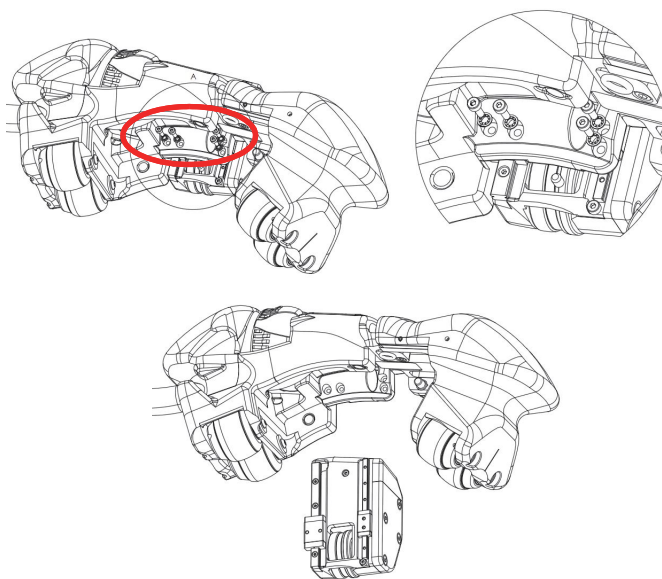

图 5-2 更换编码器
1. 使用一个1.5毫米艾伦内六角扳手，取下编码器的4个螺钉（参见第48页的图 5-2）。